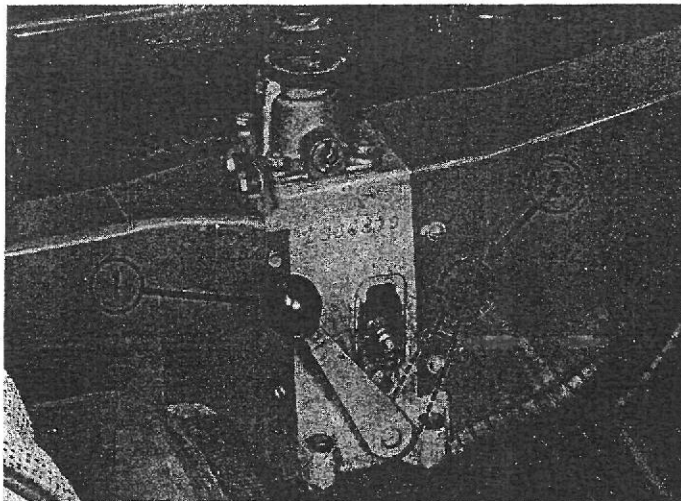

FIG. 4
Mettez le levier de vitesses au point mort. Placez le levier d'accouplement (fig. 4) en position 2, c'est-à-dire vers l'avant. Mettez les moteurs en marche (voir démarrage), débrayez puis passez la 1^{re}, embrayez, votre voiture se trouvera alors actionnée par les deux moteurs.
— placez le levier d'accouplement (fig. 4) en position 1 (vers l'AR).
Mettez votre voiture aussi horizontalement que possible. Mettez le levier d'accouplement en position (2) figure 4, passez une vitesse.